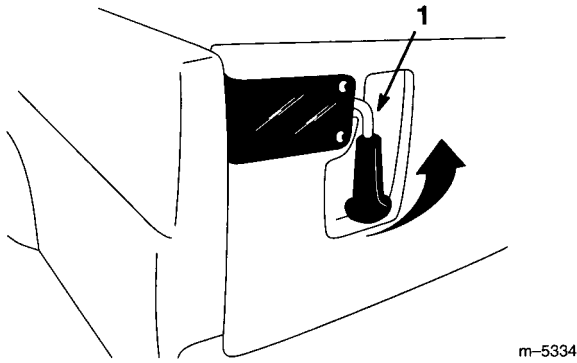

図 21
1. テールゲートを開くには、ラッチを外側に押す(図21)。ラッチを上へ引くと、スプリングの働きでラッチは内側に飛び出してくるので、注意しながらテールゲートを降ろす。